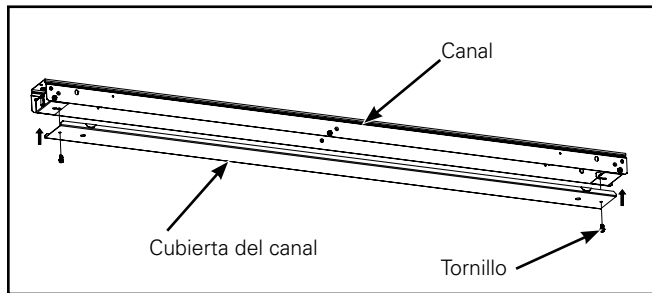

Figura 23.
5. Cablee la luminaria según el código e instale la cubierta del canal con los tornillos suministrados. (Figura 23.)